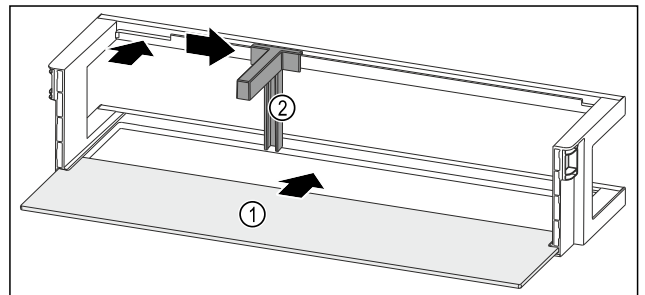

Fig. 197 Deurrek met draagplateau
- ▶ Draagplateau Fig. 197 (1) in de zijdelingse uitsparingen schuiven.
- ▶ Flessenhouder Fig. 197 (2) in de uitsparing plaatsen.
- ▶ Flessenhouder Fig. 197 (2) in de gewenste positie opzij schuiven.